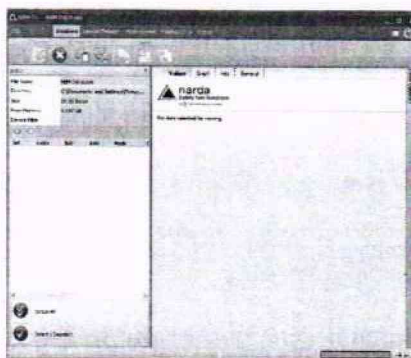

Рисунок 8 – Окно после загрузки ПО NBM-TS
9.5 Запустить ПО NBM-TS, после его загрузки на экране монитора ПК наблюдать открытие окна (рисунок 8).